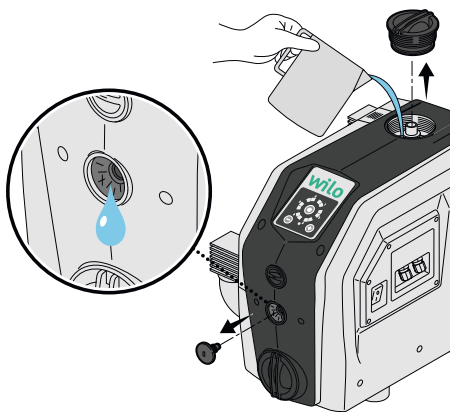

Fig. 8: polnjenje.
- 2. Izdelek napolnite z vodo (prib. 1,5 l), dokler voda ne začne iztekati iz odprtine za odzračevanje (Fig. 8).